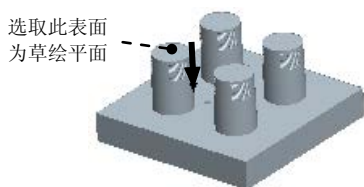

图 25.25 定义草绘平面
(1) 定义草绘截面放置属性。在绘图区中右击，从系统弹出的快捷菜单中选择“定义内部草绘”命令；选取图 25.25 所示的面为草绘平面，接受默认的箭头方向为草绘视图